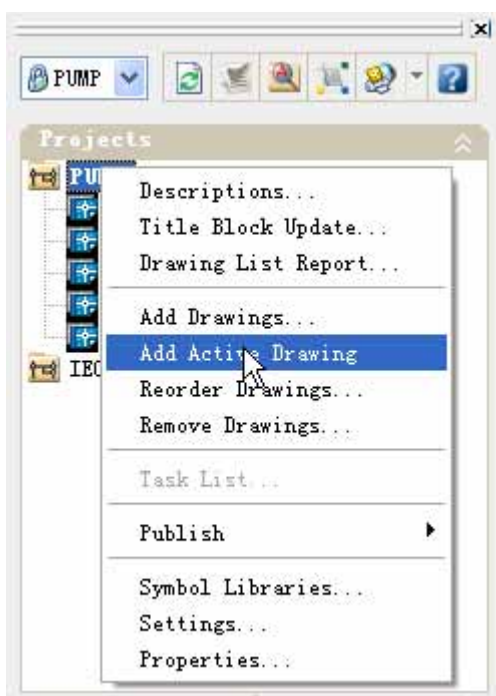
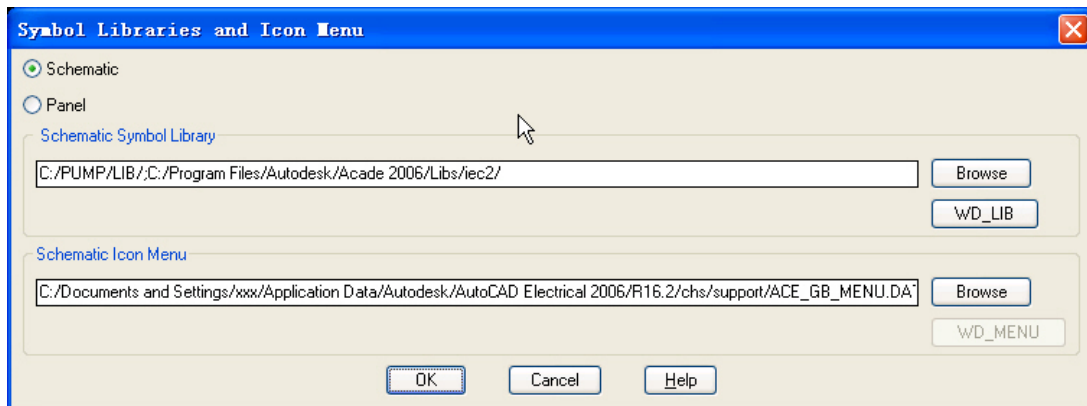

图 2-2
图 2-3
4、在项目管理器中用鼠标右键单击 Pump 项目名，弹出的快捷菜单中选符号库，参见图 2-2，出现一对话框如图 2-3。
这个 QF0 断路器是总开关。另外，插入图形中的块文件是从 C:\Pump\LIB 目录下来的，详见图 2-3。